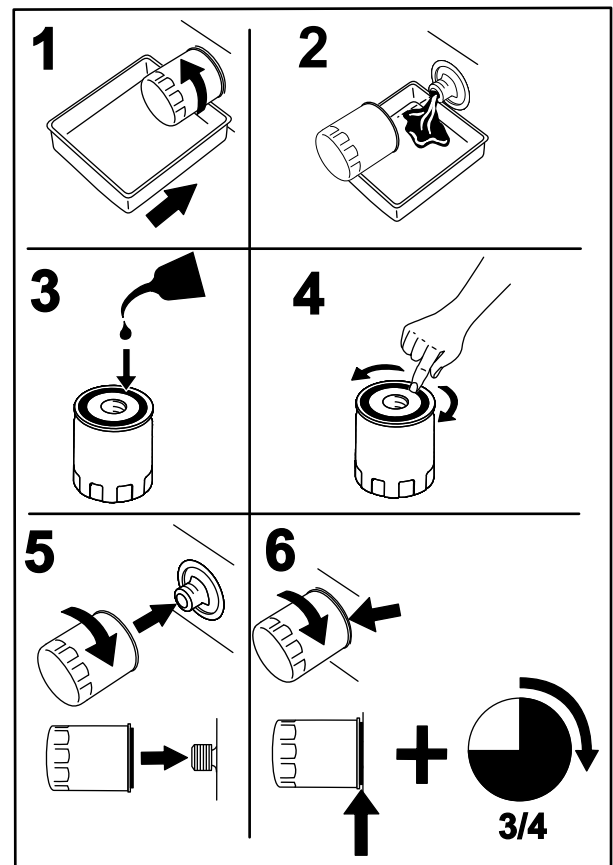

Figura 44
3. Sustituya el filtro de aceite del motor (Figura 44).